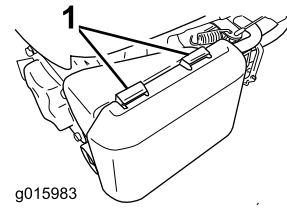

Bild 20
1. Drücken Sie die Verriegelungsnasen oben an der Luftfilterabdeckung nach unten (Bild 20).